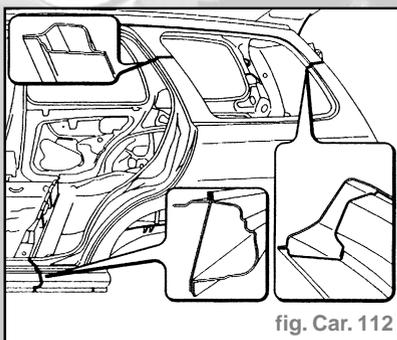

fig. Car. 112
- Découper le longeron de bas de caisse, les montants Central et Arrière avec la scie. Ces parties seront ensuite soudées "bord à bord" avec la soudeuse à fil continu (fig. Car. 112).